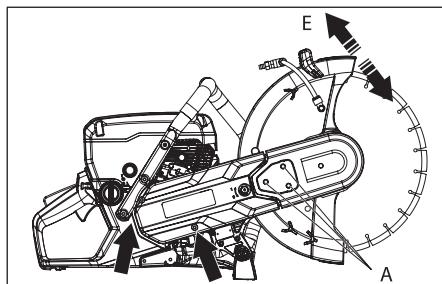

Рис. 22
4. Установите кожухи ремня и затяните гайки (A) от руки. Покачайте защитный кожух (E) вверх и вниз 3–5 раз, а затем затяните гайки (A) с помощью ключа (рис. 22).